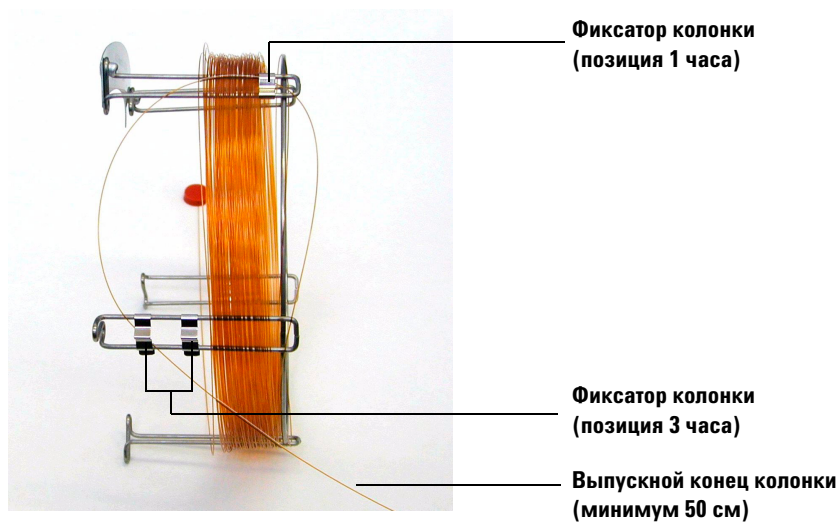

Рис. 6 Колонка, пропущенная через фиксатор в позиции 3 часа
- 5 Затем пропустите выпускной конец колонки через фиксатор на поперечном элементе в позиции 3 часа, чтобы конец колонки был обращен по направлению к задней части каркаса колонки. Убедитесь, что часть колонки между поперечными элементами каркаса НЕ возвышается над пластиной. См. **Рис. 6**.